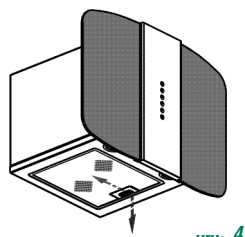

рис. 4
8.3 Для очистки алюминиевого фильтра извлеките его из вытяжки (рис.4) и произведите его очистку с помощью щетки горячим водным раствором моющего средства вручную или в посудомоечной машине при (60°C). Сильно загрязненный фильтр не следует мыть в посудомоечной машине.
- перед установкой вытяжки снимите алюминиевый фильтр, для этого нажмите на пружинный замок на фильтре и потяните фильтр вниз и на себя (рис. 4);